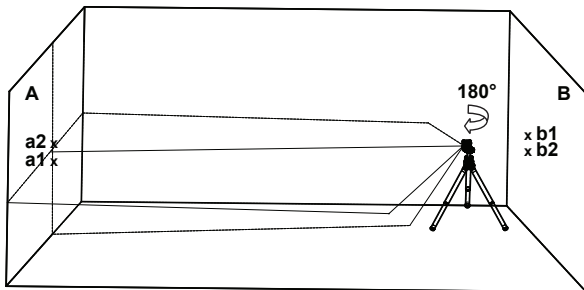

Figura 4
- 8) Gire el láser 180° hacia la pared **A**, y marque en la pared el centro de las líneas cruzadas como **a2** (ver la figura 4).